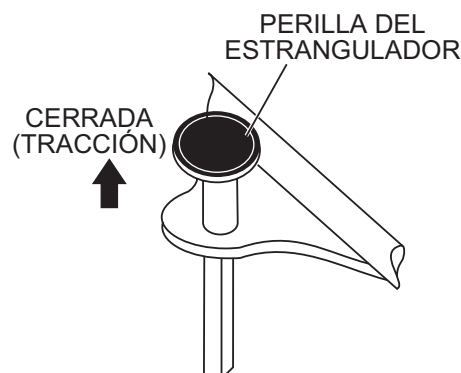

Figura 14. Perilla del estrangulador (posición cerrada)
3. Si se arranca un motor en frío, ponga la perilla de estrangulación (Figura 14) en la posición **CERRADA**.